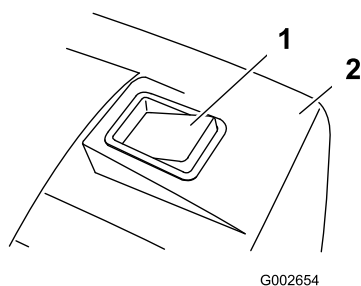

Figure 22
4. Tondez avec le bac à herbe monté sur la machine jusqu'à ce que l'indicateur montre qu'il est plein (Figure 22).